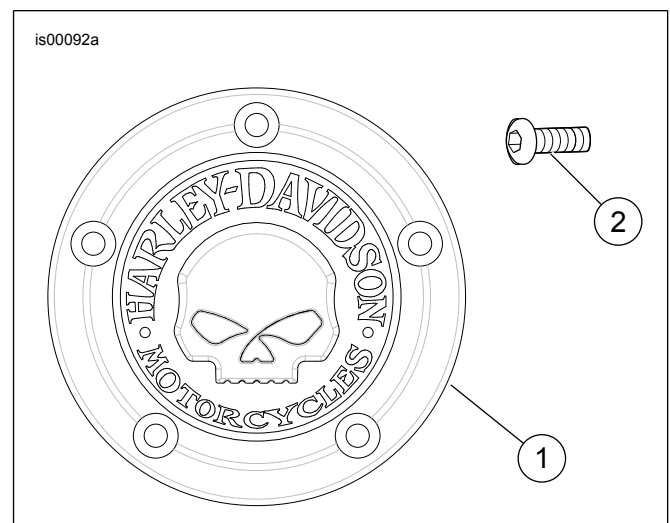

Figure 1. Pièces de rechange : Kit de carter de distribution
Voir Figure 1 et Tableau 1.
1. Voir la figure 1. Retirer et jeter les cinq vis fixant le carter de distribution d'origine.
3. Positionner le nouveau carter de distribution (1) et le fixer à l'aide de vis TORX® (2). Serrer.